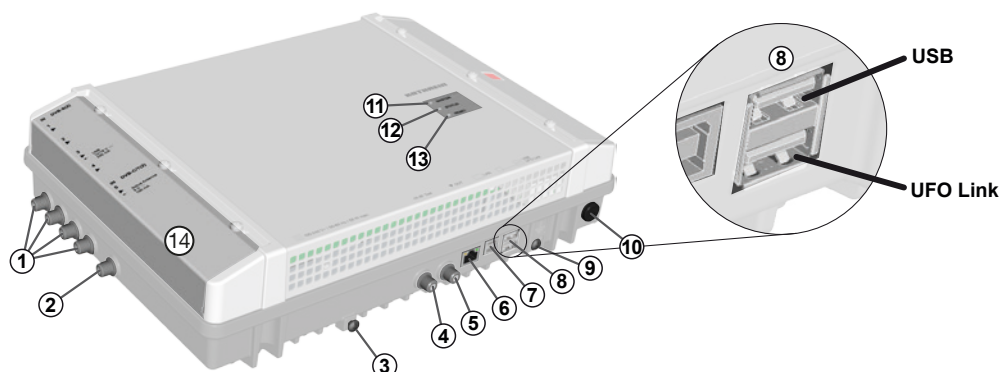

Abb. 1: Geräteelemente
- Gehäuse nicht öffnen und Gerät nicht verändern. Andernfalls erlöschen die Garantie und die Gewährleistung. Ausnahme: Abdeckung der CI-Schächte (Ⓜ in Abb. 1, S. 3)
1. Schließen Sie eine Potenzialausgleichsleitung (Cu,  $\geq 4 \text{ mm}^2$ ) an der Erdungsschraube an; siehe ⑨ in Abb. 1, S. 3.
- Die Stecker müssen am Master und Slave in die jeweils passende UFO Link-Schnittstelle gesteckt werden (⑧ in Abb. 1).
4. Schließen Sie die HF-Signalleitungen für Antenne, Kabelnetz und Ausgang an die Kopfstellen an; siehe ①, ② und ③ in Abb. 1, S. 3. Achten Sie darauf, die Ein- und Ausgangsleitungen dem Master und dem Slave richtig zuzuordnen.2)